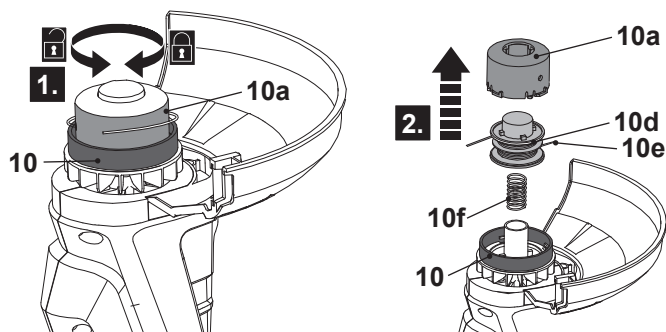

Fig. 14
1. Vire o produto de cabeça para baixo para aceder à cabeça do aparador (10).
2. Segure bem a cabeça do aparador (10) com uma mão, depois solte o invólucro (10a) no sentido anti horário com a outra mão e remova-a (Fig. 14, passo 1).
3. Remova a bobina de aparar (10d) e a mola (10f) da cabeça do aparador (10) (Fig. 14, passo 2).